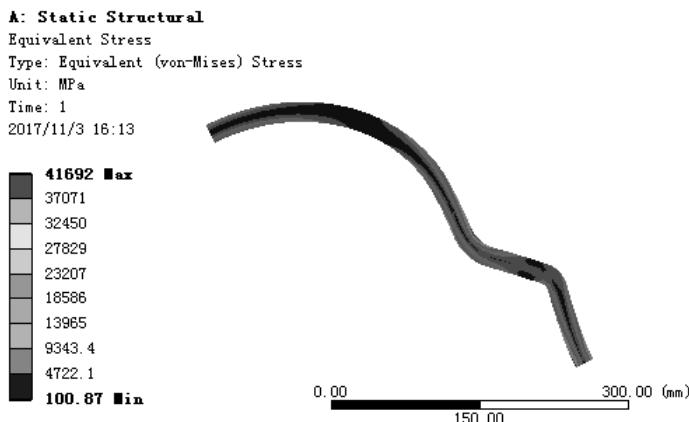

图 7.5.52 应力结果图解
(1) 求解分析。在顶部工具栏中单击 Solve 按钮求解分析。
(2) 查看应力结果图解。在“Outline”窗口中选中 Equivalent Stress，查看图 7.5.52 所示的总应力结果，其最小应力为 100.87MPa，最大应力为 41692MPa。